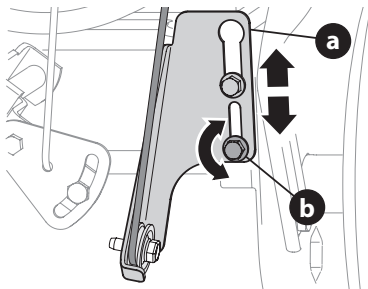

Figura 58
5. Afloje el tornillo hexagonal inferior (a) de la ménsula del cable de la transmisión (Figura 58).